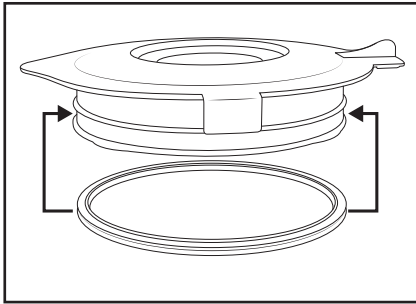

Fig. 3
- Limpie el vaso ③ exclusivamente con un cepillo de mango largo para no cortarse con la cuchilla de corte ④.
- Limpie el accesorio medidor ① y la tapa ② con agua jabonosa suave. Para la limpieza manual, puede desmontarse la junta de goma ⑨. Asegúrese de que la junta de goma ⑨ vuelva a estar bien colocada antes de volver a utilizar la tapa ② (fig. 3).